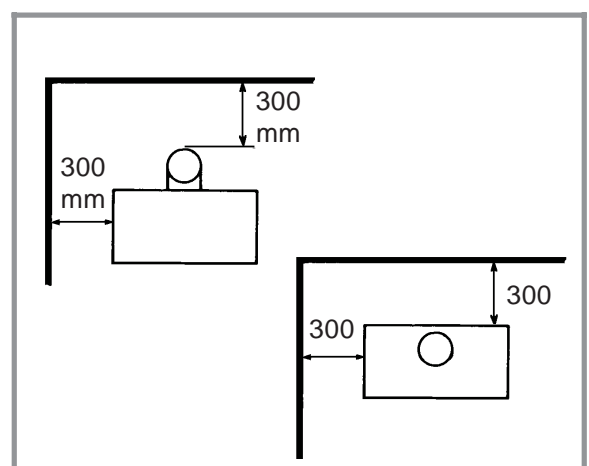

Fig. 2 - Spazi liberi minimi per l'installazione
**Fare bene attenzione a rispettare gli spazi liberi d'installazione (fig. 2, p. 33).**